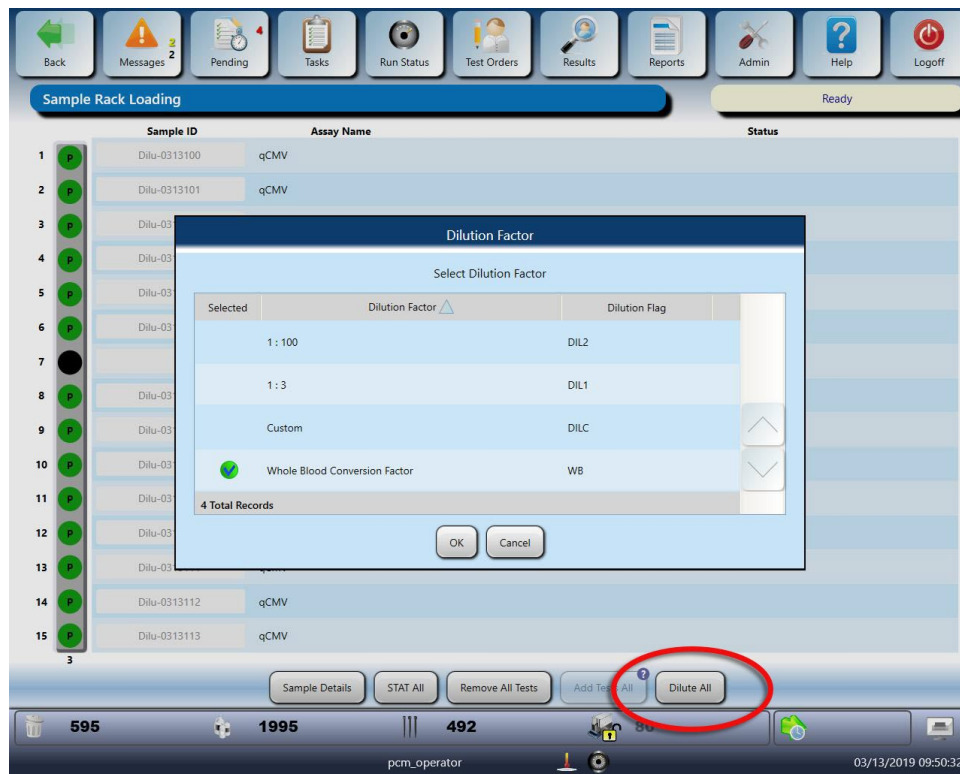

Figura 5. Ventana Dilution Factor (Factor de dilución) de la pantalla Sample Rack Loading (Carga de gradillas de muestras)
- f. Deseche el collar de reconstitución y el vial de cristal (Figura 5, paso 8).